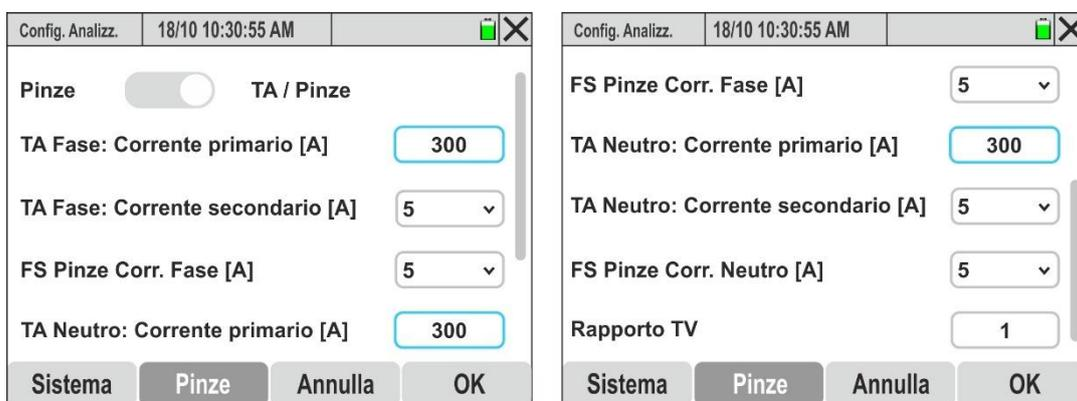

Fig. 23: Impostazioni parametri corrente TA esterni (sistema Trifase 4-fili)
1. Selezionare la voce “**Pinze**”. Lo strumento presenta la seguente videata a display le cui voci **possono essere diverse** in funzione del tipo di sistema selezionato. Nella Fig. 23 è riportato l’esempio di un sistema 3-fase, 4-fili
5. Aprire il menu a tendina “**∨**” corrispondente al campo “**TA Fase: Corrente secondario [A]**” selezionando tra le opzioni: **1A** o **5A** (nel caso di Fig. 23 si è impostato un TA con rapporto 300A/5A)
9. Aprire il menu a tendina “**∨**” corrispondente al campo “**TA Neutro: Corrente secondario [A]**” selezionando tra le opzioni: **1A** o **5A** (nel caso di Fig. 23 si è impostato un TA con rapporto 300A/5A)
11. Toccare il campo “**Rapporto TV**” per l'impostazione del rapporto di trasformazione di eventuali trasformatori di tensione (TV) presenti nell'impianto in esame al fine di ottenere corrette letture associate al primario dei trasformatori stessi. La seguente videata è mostrata a display: